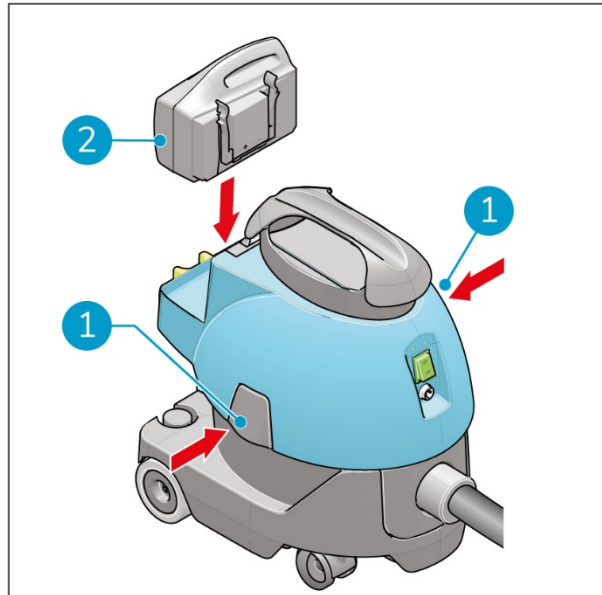

Abbildung 15
16. Schließen Sie die Riegel (Figure 15, Pos. 1).
17. Tauschen Sie den Akku aus (Figure 15, Pos. 2).